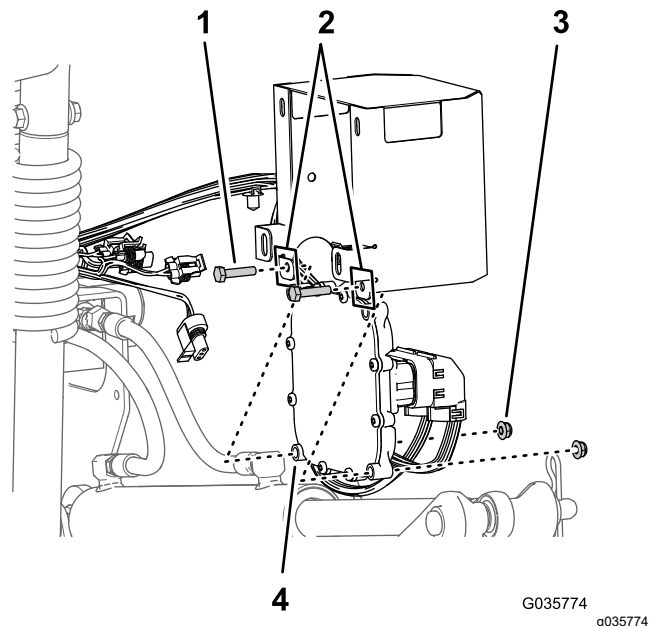

Bild 29
1. Fluchten Sie das elektronische Steuergerät mit der Innenseite der Steuergerät-Abdeckung und die unteren äußeren Befestigungslöcher des Steuergeräts mit den Löchern im unteren hinteren Flansch der Abdeckung aus (Bild 29)
2. Befestigen Sie das Steuergerät mit zwei Schrauben (1/4" x 1 1/8") und zwei Sicherungsbundmutter (1/4") an der Abdeckung, wie in Bild 29 abgebildet.